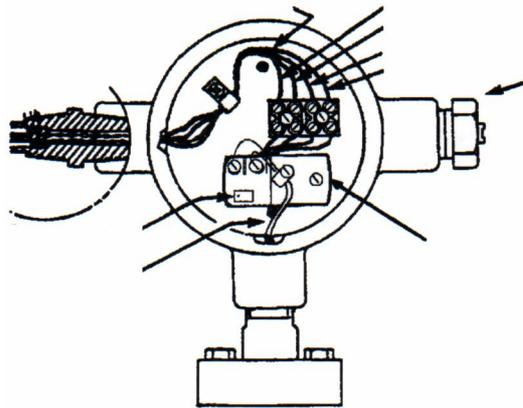

Рисунок 34. VFM 3100 / переходная коробка – стандартный температурный диапазон
- А. *Сенсор для стандартного температурного диапазона:* Освободите зажимы, отсоедините желтый и коричневый провода сенсора от клемника. См. рисунок 34.